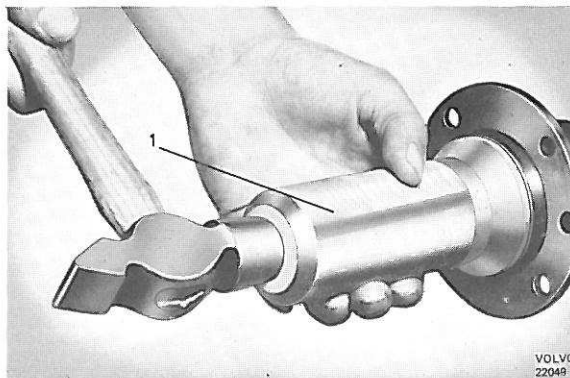

Figure 17. Remontage d'une cuvette de roulement
4. Remplir le roulement de graisse spéciale de bonne qualité. Après montage, tout l'espace situé entre les bagues d'étanchéité doit être rempli de graisse. Introduire l'arbre de roue dans le carter de pont. Poser la cuvette du roulement en se servant de la douille de montage SVO 2205, voir figure 17.